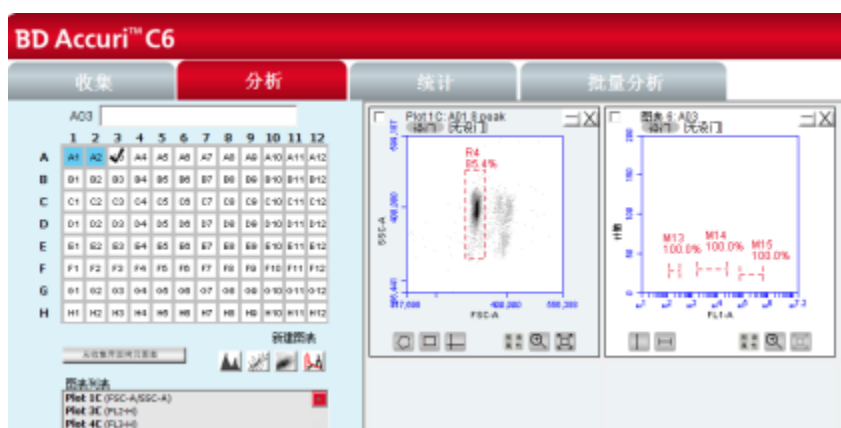

图 4-8 Analyze 面板：应用了门的 Plots。
2. 点击 Plot List 中的一个 plot (图 4-8) 以打开一张 plot，BD Accuri C6 显示出的 Plot 不包含任何数据。